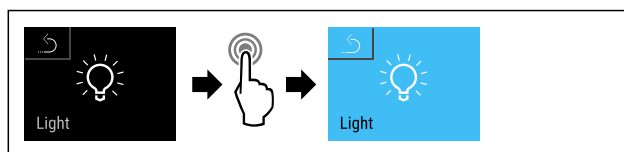

Fig. 94
- ▶ Handlungsschritte (siehe Fig. 94) durchführen.